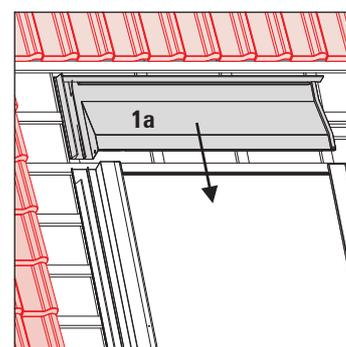

Fig. 3-53 Fase di lavoro 11
11. Innestare e posizionare la lamiera di copertura superiore (1a e 1b) premendo verso il tetto e spingendo contemporaneamente verso il collettore piano (fig. 3-53).